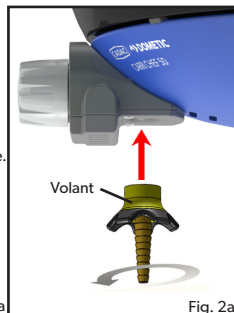

Fig. 2a
- **ATTENTION !** Lors de l'installation de la tétine de gaz, veiller à ce qu'elle soit bien droite lors du serrage de son écrou, afin d'éviter d'endommager le filetage et éviter toute fuite de gaz. Serrer à l'aide d'une clé adaptée. (Fig. 2a)